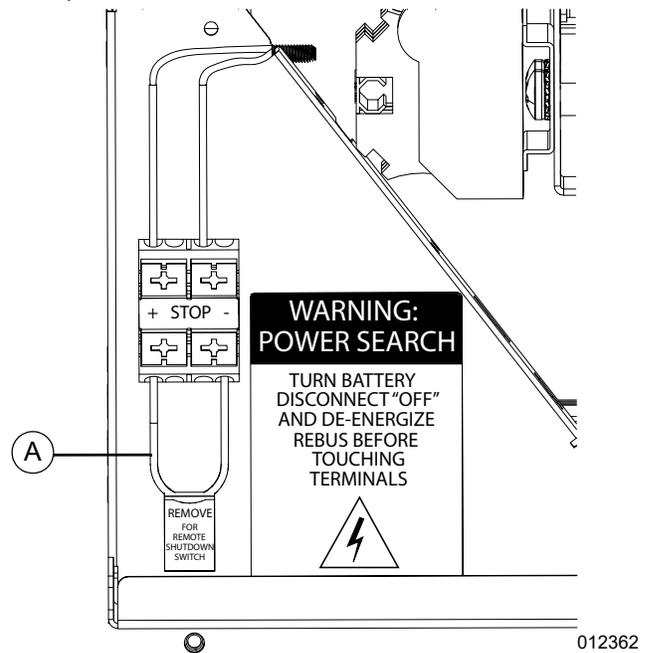

Figure 4-10. Retirer le fil volant
REMARQUE : Voir **Figure 4-10**. Les bornes d'arrêt (STOP) sont équipées d'un fil volant 14 AWG (A) avant l'expédition. Retirer ce fil volant avant d'installer un interrupteur externe.